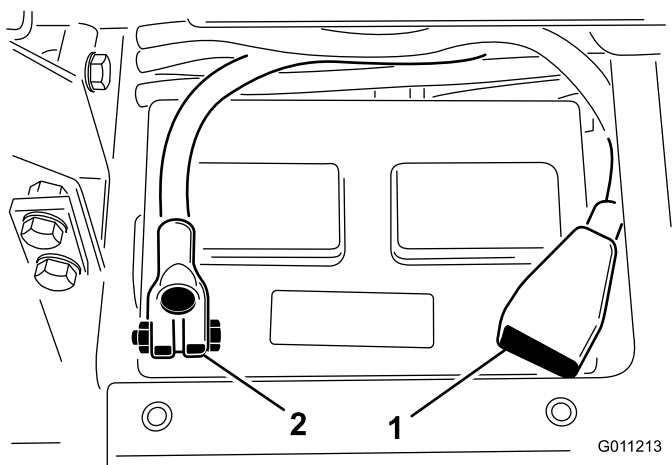

Figure 5
4. Installez le câble positif (rouge) sur la borne positive (+) de la batterie, et fixez-les avec un boulon en T et un écrou (Figure 5).
5. Installez le câble négatif (noir) sur la borne négative (-) de la batterie et fixez-les avec un boulon en T et un écrou (Figure 5).